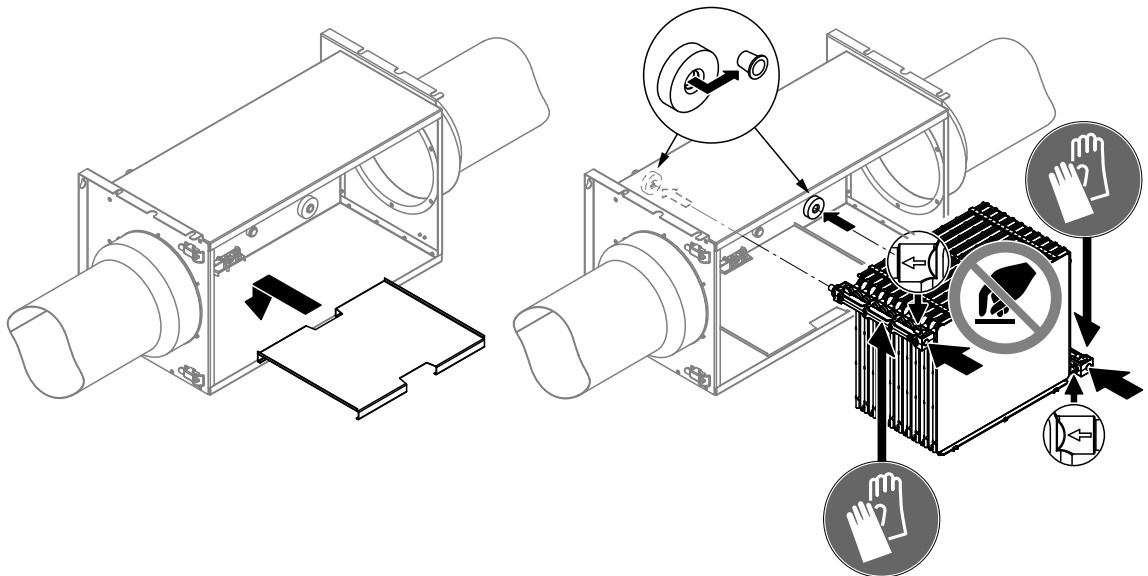

Abb. 18: Bodenblech und Befeuchtereinsatz einbauen
10. Legen Sie das Bodenblech in das Befeuchtergehäuse ein (siehe *Abb. 18*).